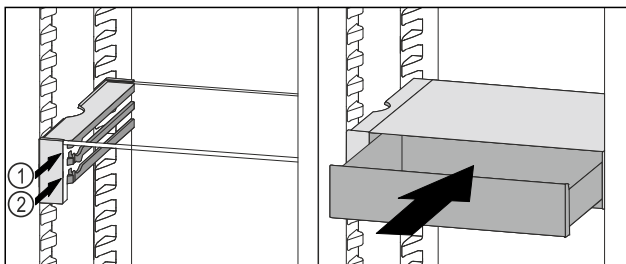

Fig. 158
- ▶ VarioSafe-Schubfach hinter den Stoppern auf gewünschter Rippe Fig. 158 (1) oder Fig. 158 (2) aufsetzen.